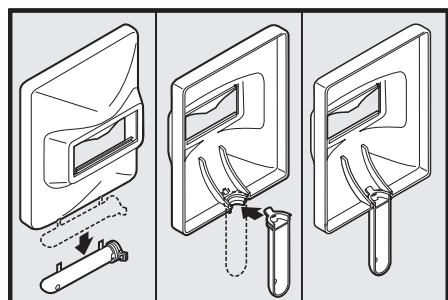

Figure 6
1. Éloigner la poignée amovible du masque. Tailler le surplus de plastique pour retirer les bords tranchants - voir la figure 6.
2. Pour fixer le manche, placer le masque à main sur une surface nivelée et appuyer sur le manche jusqu'à ce qu'il soit en place. – voir Figure 6.